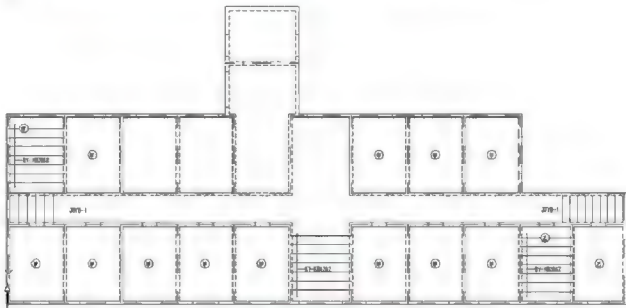

图 5.31 绘制配板编号
用相同的方法标出标准层结构平面图(如图2.5)内④、⑤与⑩、⑪轴线及③、⑥与⑪、⑦轴线所围合的宿舍和走廊内的配板符号和配板编号,结果如图5.31所示。